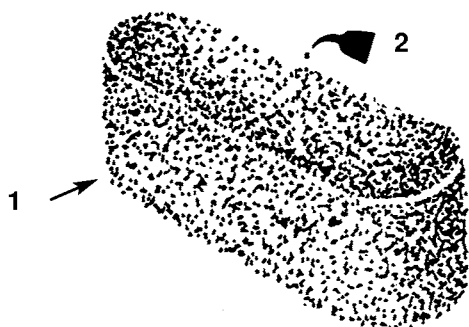

Bild 31
- C. Den Einsatz mit 30–50g frischem Motoröl durchtränken (Bild 31). Den Einsatz zur Verteilung des Öls zusammendrücken.